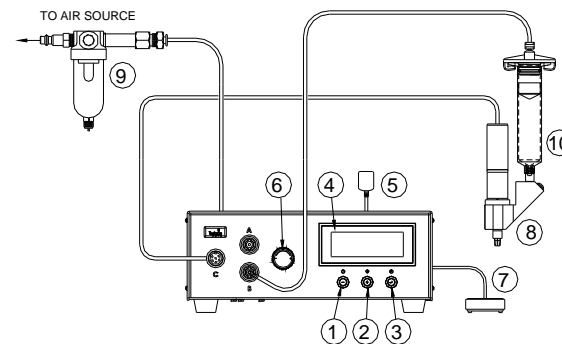

Figura 4.0
5.2.1 Allacciamento dell'unità (vedere la figura 4.0)